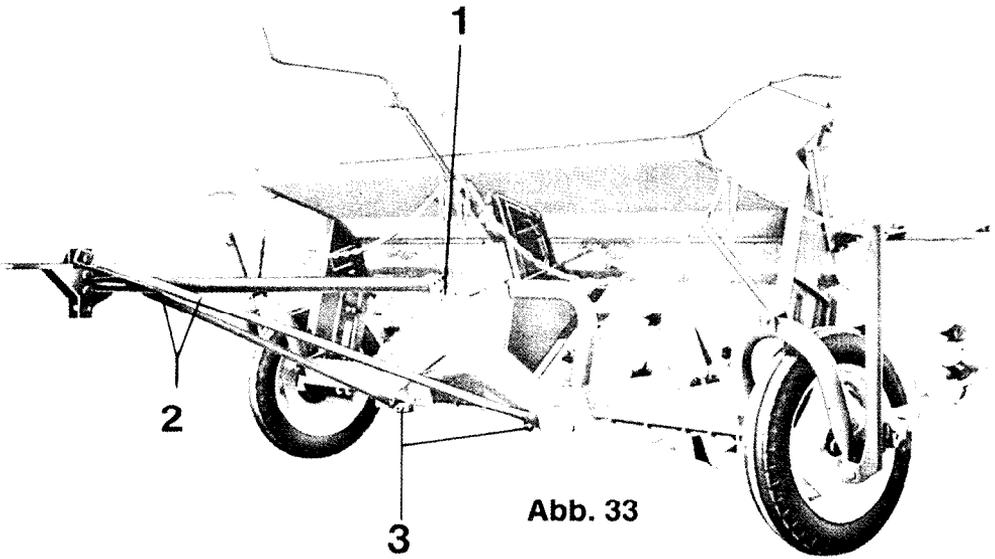

Abb. 33
1. Der Bolzen (Abb. 33/1) wird nach Lösen des Federvorsteckers herausgezogen und dort das Rohr der Transportdeichsel eingeschoben. Anschließend Bolzen wieder einstecken und mit dem Vorstecker sichern!
2. Die beiden Streben (Abb. 33/2) rechts und links auf die Zapfen (Abb. 33/3) des **Schnellkupplers** stecken und mit Federvorstecker sichern.